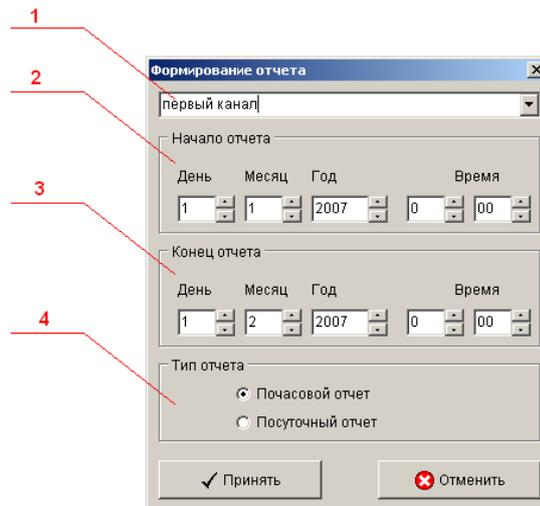

Рис. 33. Форма настройки отчета программы «Менеджер данных РСБП «СТРИМ»
- форма настройки отчета по журналу работы выбранного канала приведена на рис. 33. Содержит поля для ввода начальной (2) и конечной (3) даты отчета, выбора типа отчета (4), а также потока, информацию по которому будет содержать отчет (1). Появляется на экране при щелчке мышью на кнопке "Сгенерировать отчет" или выборе пункта главного меню Файл->Отчет.